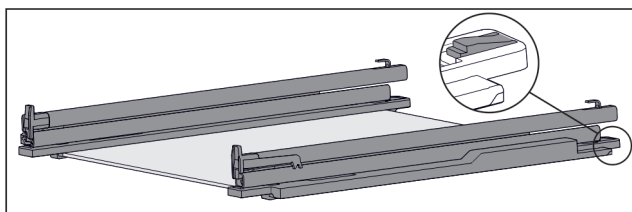

Fig. 126 Glassplate med skinner og holdedeler
- Trykk holdedel bak nedover (se Fig. 126) og skyv samtidig skinnen bakover.